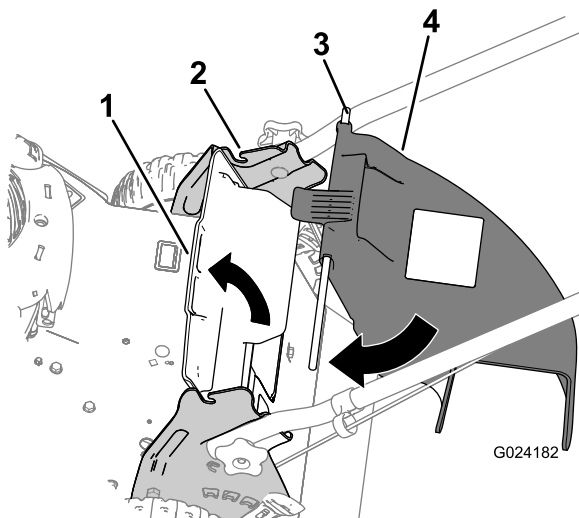

Figura 13
1. Tirate verso l'alto il deflettore posteriore (Figura 13).
2. Inserite le estremità dell'asta del condotto di scarico laterale nelle tacche sulle staffe della stegola (Figura 13).